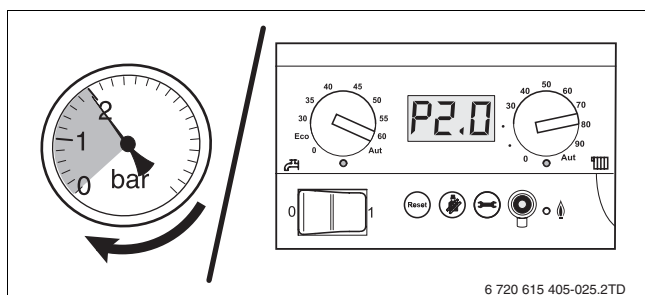

Рис. 53 Аналоговая/цифровая индикация давления
- ▶ Откройте водопроводный кран и заполните отопительную систему до давления 2,0 бара. При этом наблюдайте за показаниями манометра (→ рис. 53) для отопительного контура.